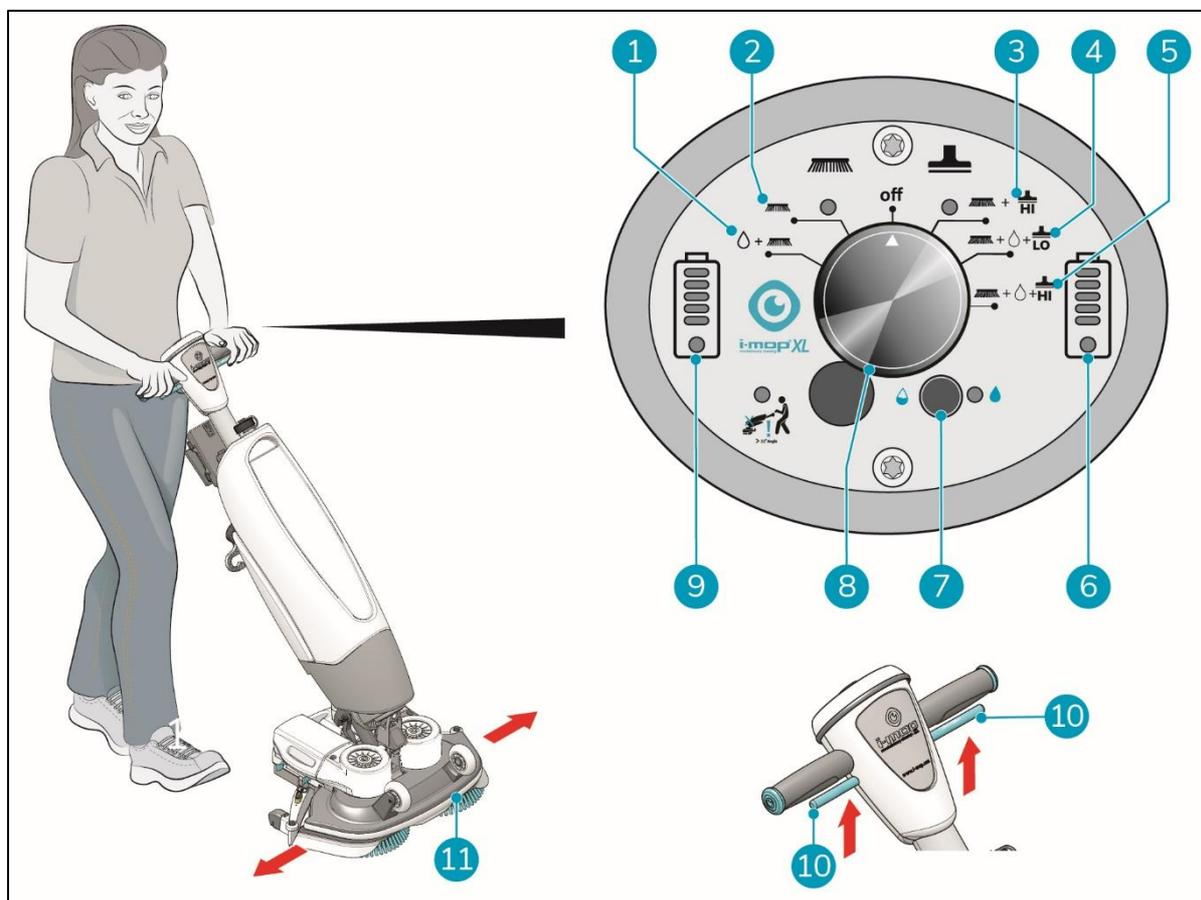

Figura 22
4. State dietro all'i-mop® XL Pro. Scegliere la modalità di pulizia tramite l'interruttore principale (Figura 22, pos. 7). In questo modo si accende anche l'i-mop XL Pro. È possibile selezionare le opzioni in modo indipendente o combinato.
- MODO 1: Spazzola + acqua/soluzione detergente (Figura 22, pos. 1).
- MODO 2: Solo spazzola (Figura 22, pos. 2).
- MODO 3: Spazzola + aspirazione (Figura 22, pos. 3).
- MODO 4: Spazzola + acqua/soluzione detergente + aspirazione Lo (Figura 22, pos. 4).
- MODO 4: Spazzola + acqua/soluzione detergente + Hi vacuum (Figura 22, pos. 5).
6. Premere il grilletto sull'impugnatura (Figura 22, pos. 10). In questo modo si avvia anche l'i-mop® XL.
9. Per spostare il piatto di lavaggio, ruotare delicatamente l'impugnatura a sinistra o a destra (Figura 22, pos. 11).
10. Rilasciando il grilletto (Figura 22, pos. 10) arresterà immediatamente l'i-mop XL Pro. Il motore di aspirazione si arresta dopo 3 secondi.